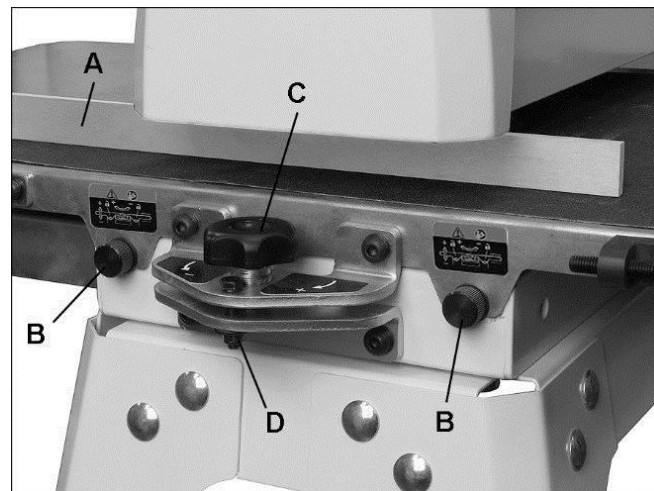

Рис. 8-3: выравнивание барабана.
3. Вставьте брусок (А, Рис. 8-3) между барабаном и настилом транспортера с внешней стороны барабана.
Ослабьте оба фиксатора стола перед настройкой выравнивания барабана (В, Рис. 8-3).
8. Поворачивайте ручку (С, Рис. 8-3), чтобы поднять или опустить внешний конец стола. Следуйте указателям направления, нанесенным на диск (+ для подъема, - для опускания).
3. Если в месте нахлеста шлифовальных проходов видна борозда, отрегулируйте стол с внешнего конца барабана, вращая регулировочную ручку (С, Рис. 8-3).
**ПРИМЕЧАНИЕ:** При обработке узкой заготовки (шириной менее 406 мм) выставьте транспортер в параллельное положение. Вращайте регулировочную ручку в противоположную сторону, пока она не коснется контргайки (D, Рис. 8-3). Контргайка осуществляет фиксацию стола в параллельном положении.